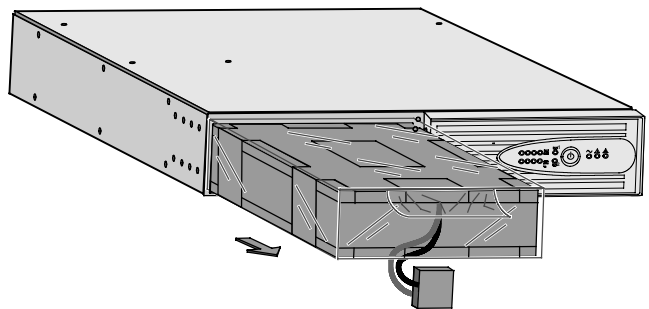

Рисунок 28. Снятие блока батарей
4. Выдвиньте блок батарей на плоскую устойчивую поверхность (см. Рисунок 28).